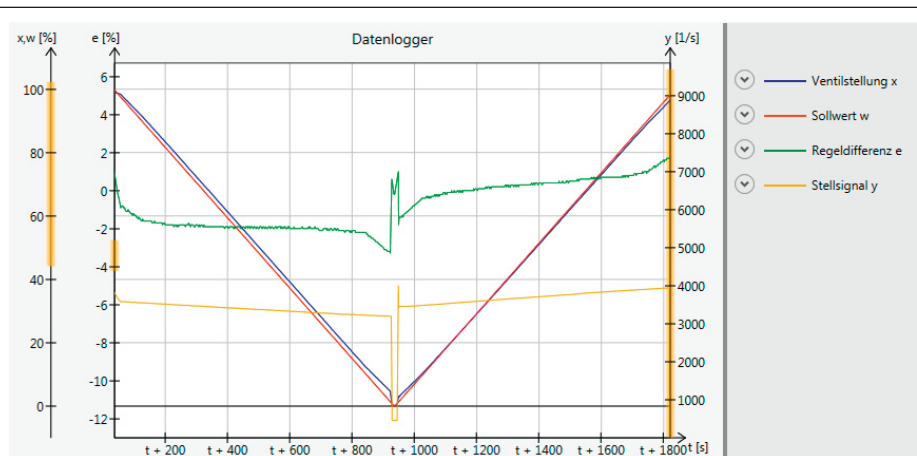

Bild 21: Vollhubtest zur Bestimmung der Rampenzeiten beim Teilhubtest
5. Datenlogger auswerten: Wenn die Ventilstellung gleichmäßig dem Sollwert folgt, dann können die eingestellten Rampenzeiten für den Teilhubtest verwendet werden. Ist dies nicht der Fall, dann sollte der Vollhubtest mit geänderten Rampenzeiten wiederholt werden, bis die Ventilstellung direkt dem Sollwert folgt (Bild 21).